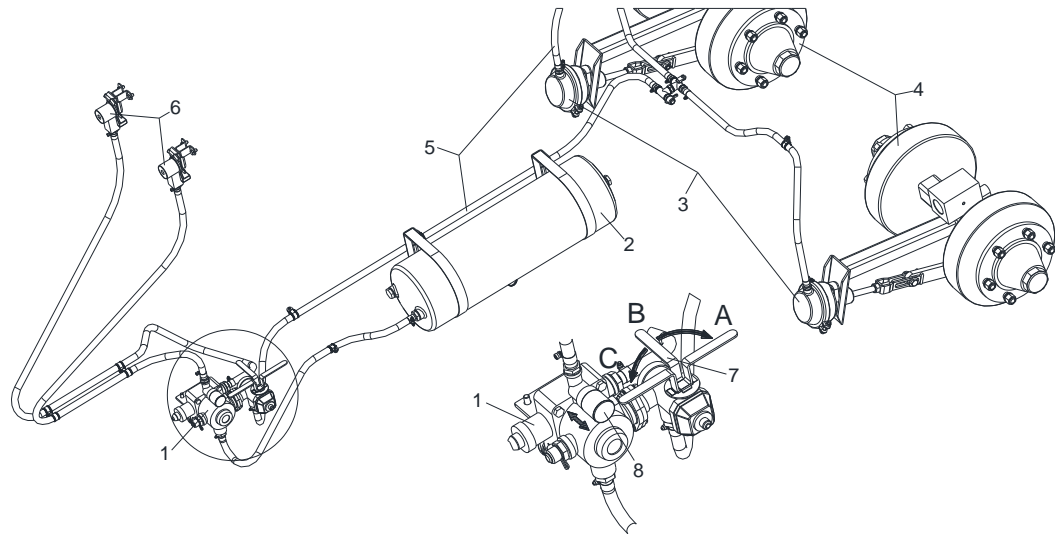

Bild 20 Druckluftbremsanlage
- Bremsventil (Bild 20/1) mit Prüfanschluss (Bild 20/8) und Bremskraftregler (Bild 20/1)
- Druckluftbehälter (Bild 20/2).
- Membranzylinder (Bild 20/3)
- Bremsachsen (Bild 20/4)
- Schnellkupplungen (Bild 20/6) Vorratsleitung / Bremsleitung